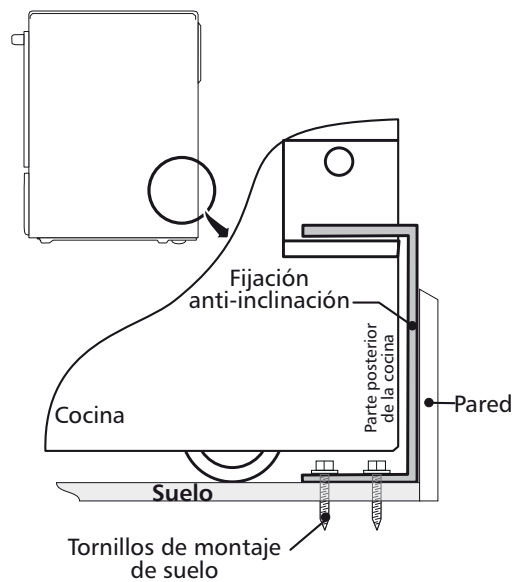

Figura 12
4. Retire el modelo y ubique la abrazadera en el suelo. Alinee los orificios en la abrazadera con las marcas en el suelo y ajuste con los cuatro tornillos provistos. La abrazadera debe quedar fijada al suelo (figura 12) sólido. Si se fija al suelo concreto, primero haga orificios pilotos de un diámetro de 3/16" (0,48 cm), utilizando una barrena para concreto.